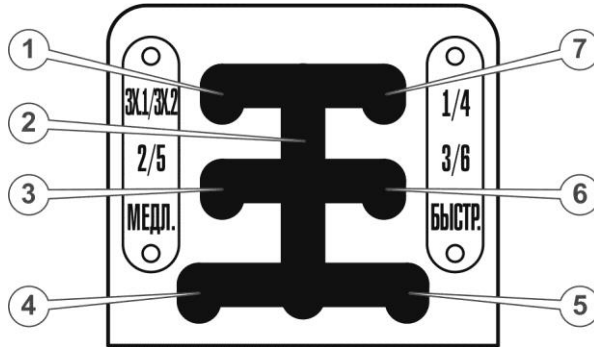

Рисунок 37. – Схема перемикання передач
1. Встановити важіль перемикачів передач у нейтральне положення (2) (див. рис. 37.)
4. Опустити важіль перемикання передач в крайнє нижнє положення і обрати необхідний діапазон – позиції (4) або (5) (див. рис. 37.) (повільно або швидко)
5. Обрати необхідну передачу: встановити важіль перемикання передач в положення (3), (6) або (7), в залежності від необхідної швидкості переміщення (див. табл. 4.)
1. Встановити важіль перемикання передач у нейтральне положення (2) (див. рис. 37.)
4. Опустити важіль перемикання передач в крайнє нижнє положення і обрати необхідний діапазон – позиції (4) або (5) (див. рис. 37.)
5. Встановити важіль перемикання передач в положення (1) (див. рис. 37.)